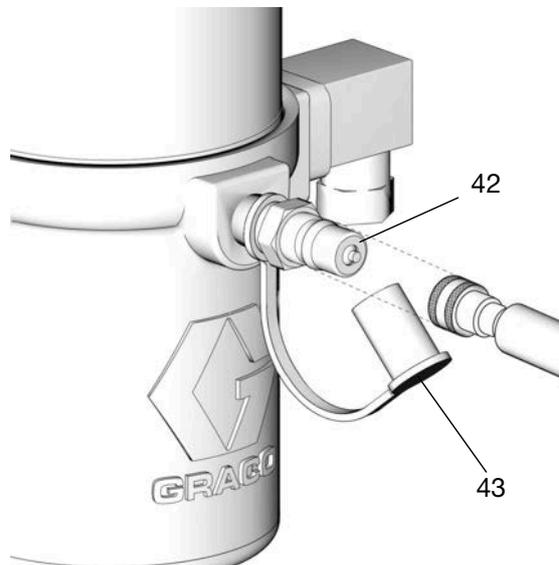

FIG. 4
1. Rimuovere l'ingrassatore (43) (FIG. 4) dalla porta di riempimento per accedere al tubo di riempimento (42).
2. Collegare il raccordo rapido sulla pompa alla porta di riempimento (42).
- Scollegare la pompa di riempimento dal tubo di riempimento (42) (FIG. 4, pagina 8).
- Fissare l'ingrassatore (43) sul perno di riempimento (42) (FIG. 4, pagina 8).